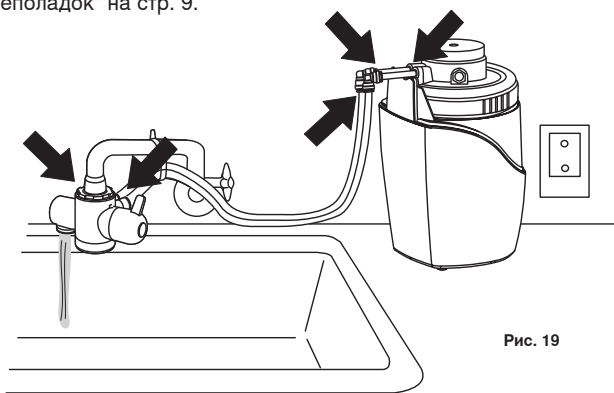

Рис. 19
2. Проверьте герметичность дивертора и всех соединений трубок (рис. 19). Если происходит утечка, см. раздел "Устранение неполадок" на стр. 9.